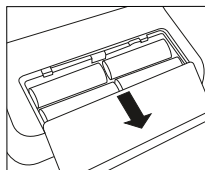

Fig. 1
■ Aprire il coperchio del vano porta batterie posto sulla parte inferiore dell'apparecchio (vedi fig. 1). Inserire le batterie (vedi capitolo 13 Dati tecnici) prestando attenzione alla polarità („+“ e „-“). Richiudere il coperchio del vano porta batterie. 12 h o 24 h lampeggia sul display. Impostare quindi la data e l'ora, come descritto di seguito.